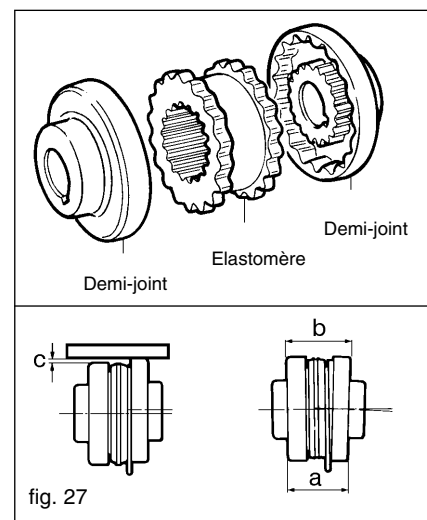

fig. 27
12.11 Remplacement de l'élastomère du joint SURE-FLEX (fig. 27)
- **radial:** (fig. 27) mesurer le désalignement maximum (cote C) avec une règle posée sur la surface externe des demi-joints et sur au moins quatre points de la circonférence et le ramener le plus possible à zéro (voir tableau).
- **angulaire:** (fig. 27) mesurer la distance entre les deux demi-joints sur au moins quatre points avec une jauge et ramener la différence (b-a) le plus possible vers le zéro (voir tableau).